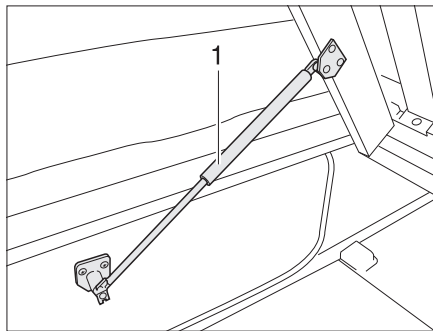

Bild 66 Fast säng
- Lyft ribbotten. Gasfjädrarna (Bild 66,1) håller kvar ribbotten i öppet läge.